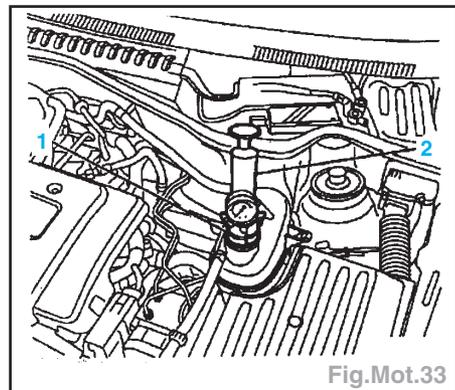

Fig.Mot.33
- Mettre en place l'appareil KM-471 (1) et l'appareil de test de pression (2) (Fig.Mot.33).